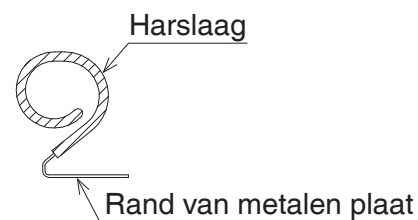

Afbeelding 21
6. Na het voeren van de geleidedraden van de zwenkmotor door het doorvoergat voor geleidedraden (raadpleeg **Afbeelding 21**), voert u de geleidedraad van de zwenkmotor door de glazen buis (groot) (4). Daarna sluit u de relaisboom (groot) (3) aan op de geleidedraad van de zwenkmotor. (Raadpleeg **Afbeelding 22**.)
8. Duw de geleidedraden van de zwenkmotor in de positie getoond in **Afbeelding 21** en zet ze vast met een klemplaat. (Raadpleeg **Afbeelding 21**.)